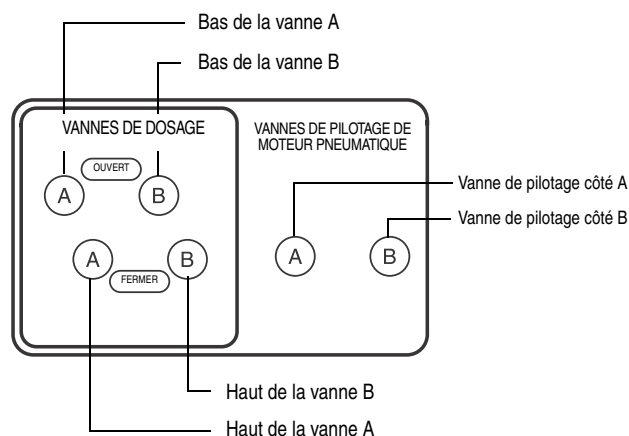

FIG. 6: Boîtier de commande – bas
3. Couper le tuyau d'air (fourni) à la longueur requise pour le brancher entre les vannes de dosage (601) et les sorties des électrovannes. FIG. 3, page 10 et FIG. 6.
6. Brancher les tuyauteries produit (fournies par l'installateur) entre les pompes et les vannes de dosage (601).
7. Brancher le flexible de mélange sur la sortie (E) du collecteur mélangeur (607).
8. Couper le tuyau d'air (fourni) à la longueur requise pour le brancher entre les vannes de dosage (601) et les sorties des électrovannes. FIG. 3, page 10 et FIG. 6, page 13.